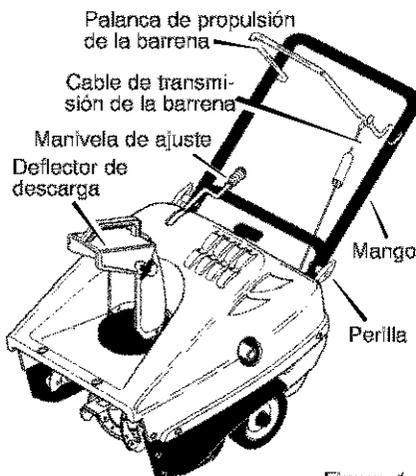

Figura 1
La Figura 1 muestra el quitanieves en la posición de operación.
1. Afloje las perillas a cada lado de los mangos (Figura 1).